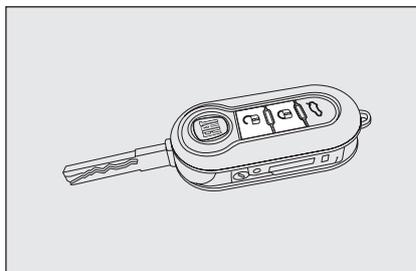
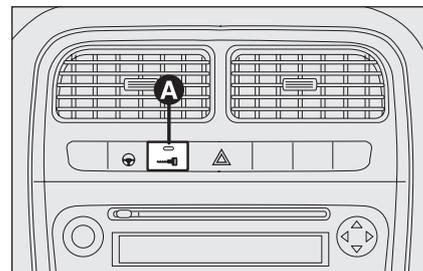

fig. 70
fig. 72
Con porte chiuse premere il pulsante  sul telecomando **fig. 70** oppure inserire e ruotare l'inserito metallico nella serratura della porta lato guida in senso orario. L'avvenuto bloccaggio delle porte è segnalato dalla singola accensione del led sul pulsante **A-fig. 72**. Il blocco delle porte viene attivato solo se tutte le porte sono chiuse. Se una o più porte sono aperte a seguito della pressione del pulsante  sul telecomando **fig. 70**, gli indicatori di direzione ed il led presente sul pulsante **A-fig. 72** lampeggiano velocemente per circa 3 secondi.
Se una o più porte sono invece aperte a seguito della rotazione dell'inserito metallico della chiave solo il led presente sul pulsante **A-fig. 72** lampeggia velocemente per circa 3 secondi. Se le porte sono chiuse ma il bagagliaio è aperto il blocco delle porte viene effettuato: gli indicatori di direzione (solo per blocco effettuato premendo il pulsante  **fig. 70**) ed il led presente sul pulsante **A-fig. 72** lampeggiano velocemente per circa 3 secondi.
Con funzione attiva è comunque possibile sbloccare le serrature delle altre porte, premendo il pulsante **A-fig. 72** posto sul mobiletto centrale.
Effettuando una doppia pressione rapida del pulsante  sul telecomando **fig. 70** si attiva il dispositivo dead lock (vedere paragrafo "Dispositivo dead lock").
Premere brevemente il pulsante  **fig. 70** per avere lo sblocco delle porte a distanza, l'accensione temporizzata delle plafoniere interne e doppia segnalazione luminosa degli indicatori di direzione oppure
Premere il pulsante **A-fig. 72** per bloccare/sbloccare tutte le porte. Il pulsante è dotato di un led che indica lo stato (porte bloccate o sbloccate) della vettura. Quando le porte sono bloccate il led sul pulsante è acceso ed una pressione del pulsante provoca lo sblocco centralizzato di tutte le porte e lo spegnimento della spia. Quando le porte sono sbloccate il led è spento ed una pressione del pulsante provoca il blocco centralizzato di tutte le porte. Il blocco porte viene attivato solo se tutte le porte sono correttamente chiuse.
non sarà possibile effettuare lo sblocco tramite il pulsante **A-fig. 72** ubicato tra i comandi su plancia.
- pulsante **A-fig. 72** di blocco/sblocco;
Il dispositivo si inserisce automaticamente su tutte le porte nel caso in cui si effettui una doppia pressione rapida sul pulsante **1** sulla chiave con telecomando **fig. 70**.
L'avvenuto inserimento del dispositivo è segnalato da 3 lampeggi degli indicatori di direzione e dal lampeggio del led ubicato sul pulsante **A-fig. 72** ubicato tra i comandi su plancia.